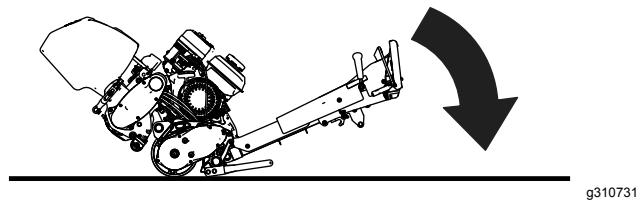

Figura 5
1. Soporte (no suministrado) 2. Tuerca del tornillo de ajuste de la contracuchilla (2)
- Con la unidad de corte acoplada a la máquina, baje el manillar de la unidad de tracción al suelo (Figura 5).